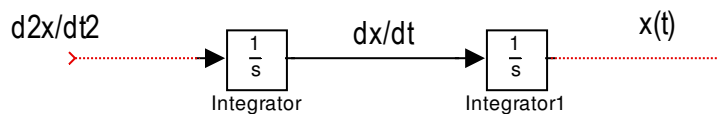

Figura 7.13.- Obtención de $x(t)$ mediante la doble integración de $\frac{d^2 x(t)}{dt^2}$
2) **Crear un diagrama de simulación con tantos integradores en cascada como el orden del sistema** en donde la salida del sistema es la salida del último integrador.- En este caso el orden del sistema es 2 y la salida del sistema $x(t)$ se toma del segundo integrador. Hasta este punto el diagrama de simulación lucirá como en la figura 7.13. Obsérvese que si la salida del segundo integrador es $x(t)$, forzosamente su entrada deberá ser $\frac{dx(t)}{dt}$, la cual es la salida del primer integrador y por lo tanto la entrada de éste deberá ser $\frac{d^2 x(t)}{dt^2}$